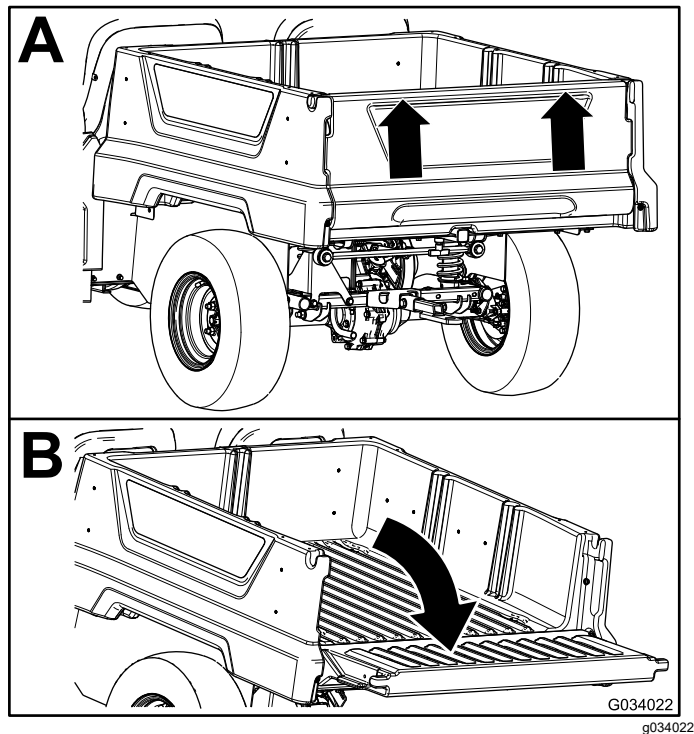

Figure 15
2. Soulevez le hayon des deux mains en le prenant par le bord supérieur (Figure 15).
3. Baissez le hayon jusqu'à ce qu'il soit au même niveau que le fond du plateau de chargement (Figure 15).